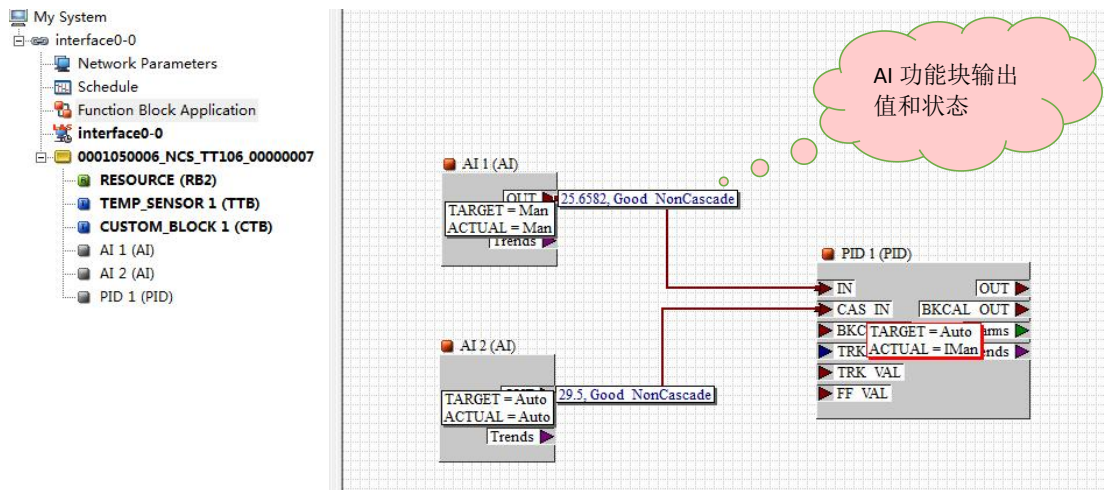

图 3.17 功能块组态监控界面
(4) 通过组态界面监控功能块的输出值和状态，在 NI 组态界面上点击“Monitoring Mode”按钮，根据提示界面选择需要监控的输入输出参数，点击“Start Monitoring”按钮开始监控，如下图 3.17 所示，是组态监控界面。